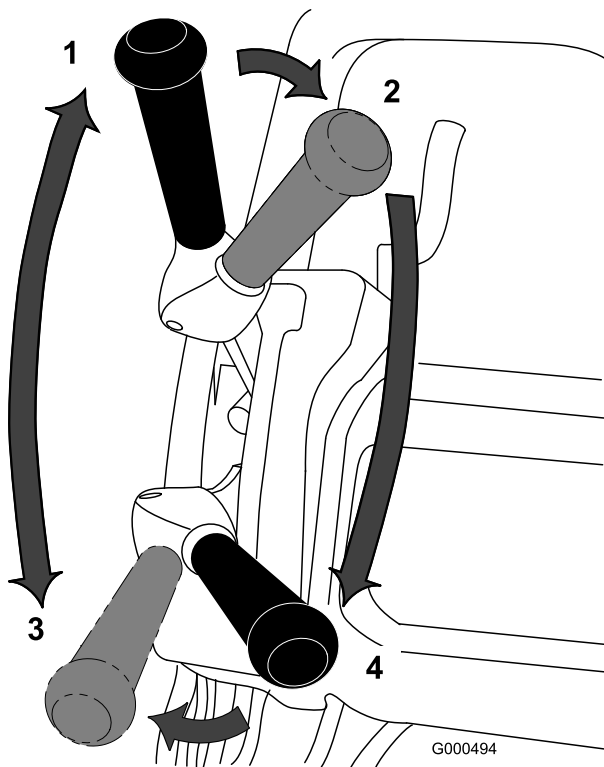

図 30
1. マシンを始動、速度コントロールをゼロにセットし、ハンドルを押し下げてカッティングユニットを上げ、オペレータコントロール OPC を握り、走行レバーを「入」にセット(図 30)して、ゆっくりと速度を操作して走行速度を上昇させて、グリーンのカラー縁に入る。
3. 走行レバーを解除し、次に左前方向に倒して走行とリールの駆動を開始する(図 30)。